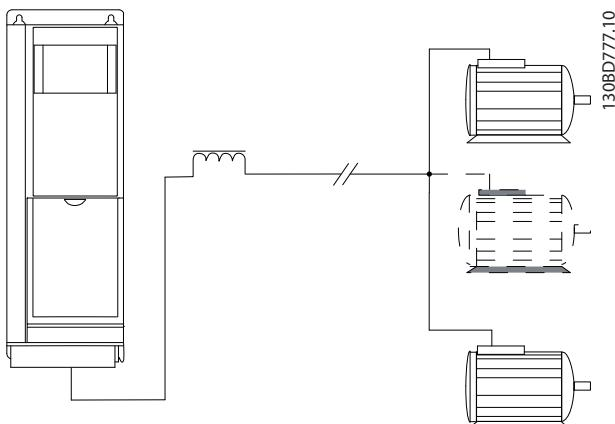
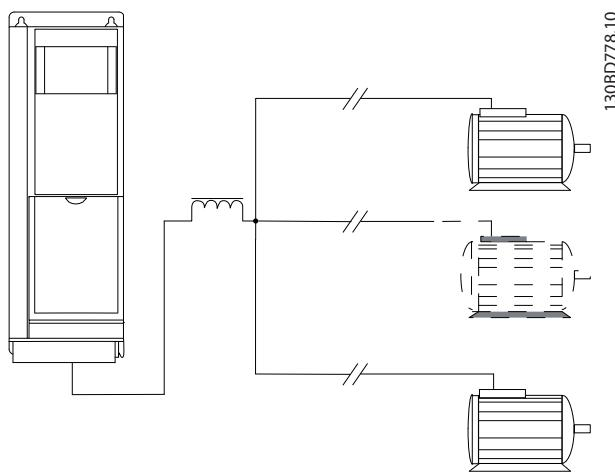

图 3.19 带负载的并行电缆
图 3.20 长并行电缆的 LC 过滤器
- 只要并联的每根电缆的长度不超过 10 米，表 3.4 中指定的电机电缆总长度即有效，请参阅图 3.19 和图 3.20。
- 考虑电机电缆两端的压降，请参阅 图 3.20。
- 对于长并行电缆，使用 LC 滤波器，请参阅图 3.20。